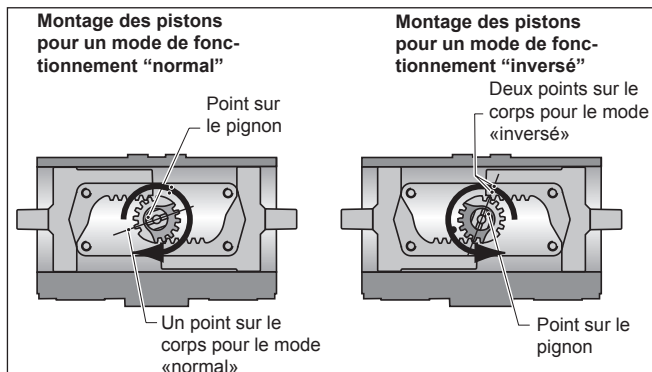

Fig. 6 : Aligement du pignon
La rotation standard s'effectue dans le sens horaire avec un rapprochement des pistons (vue de dessus, la fente est en haut du pignon, voir Fig. 6).
#### 10.3.1 Rotation dans le sens horaire (déplacement des pistons vers l'intérieur, voir Fig. 6).
#### 10.3.2 Rotation dans le sens anti-horaire (déplacement des pistons vers l'intérieur, Fig. 6).
- 3 Passez la tige de compression HYTORK appropriée à travers le capot (Fig. 6) et vissez-la dans
- Pour les modèles XL 26 à XL681 les pistons (20)
- 7 Une fois les capots en place et les SAFEKEYS correctement ajustés, retirez les tiges de compression HYTORK et remplacez les boulons de scellement (28) et les joints (29).